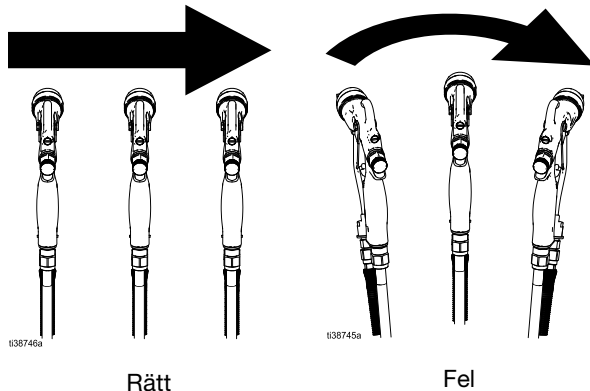

FIG. 24: Spruttekniker
3. Aktivera avtryckaren (9).
4. Spruta jämnt med parallella drag. Överlappa varje drag med 50 % så du får en jämn täckning. **Spruta inte i bågar.** Bågar ger en ojämn täckning. Se FIG. 24.